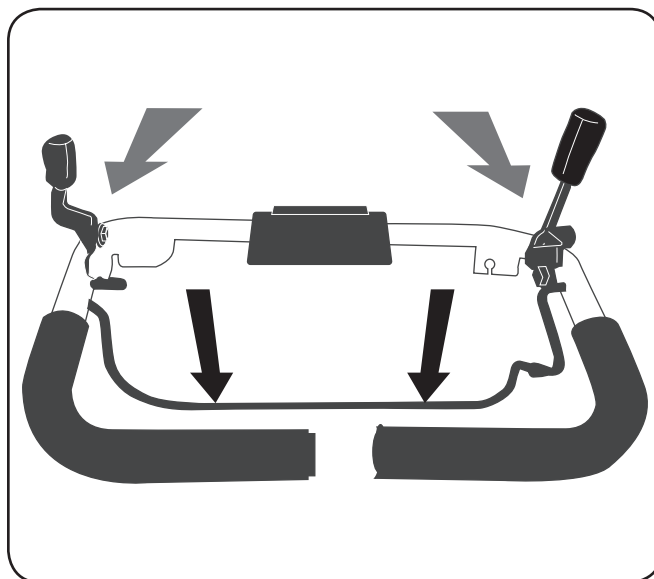

Figure 5-5
- a. Placez la commande du neutre et la commande de marche arrière à la position engagée; les dents et les roues tourneront vers l'arrière. Voir Figure 5-5. Pour arrêter les dents et les roues, relâchez la commande de marche arrière.